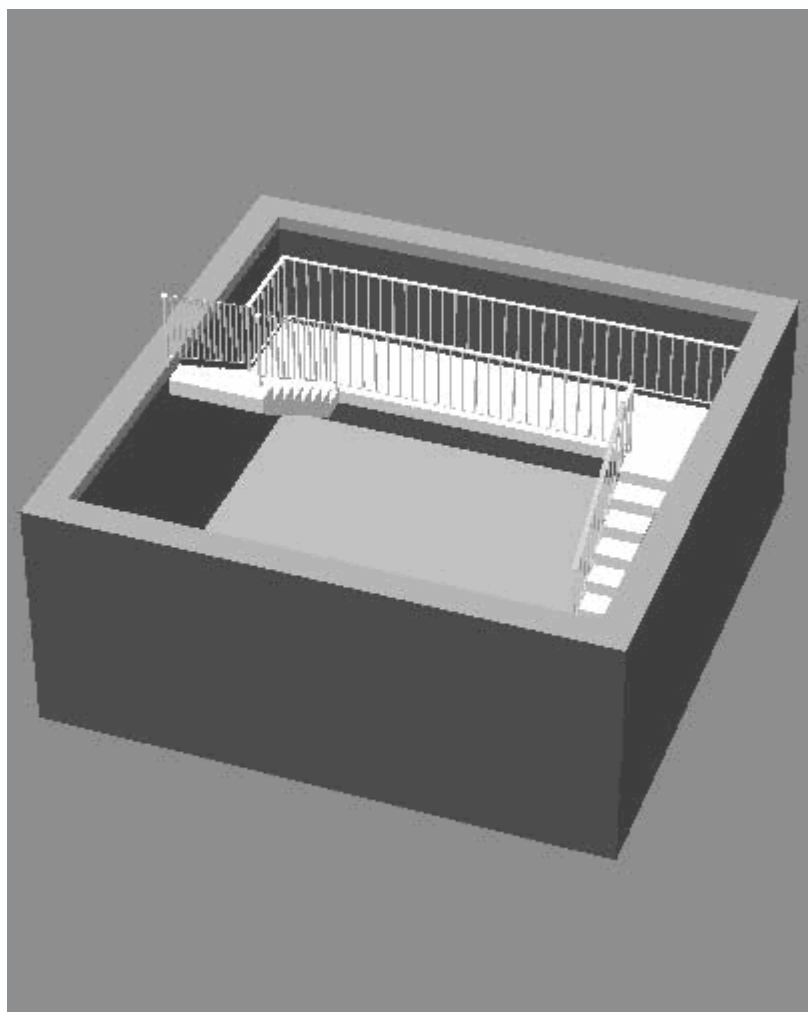

Рис. 1.26. Трехмерная модель U-образной лестницы
– Лестница с площадкой, U-образная (дерево) и Лестница с площадкой, U-образная (монолит) – создаются деревянные или бетонные U-образные лестницы. Ввод и настойки практически не отличаются от L-образных лестниц, только лестничная площадка намного шире (рис. 1.26).